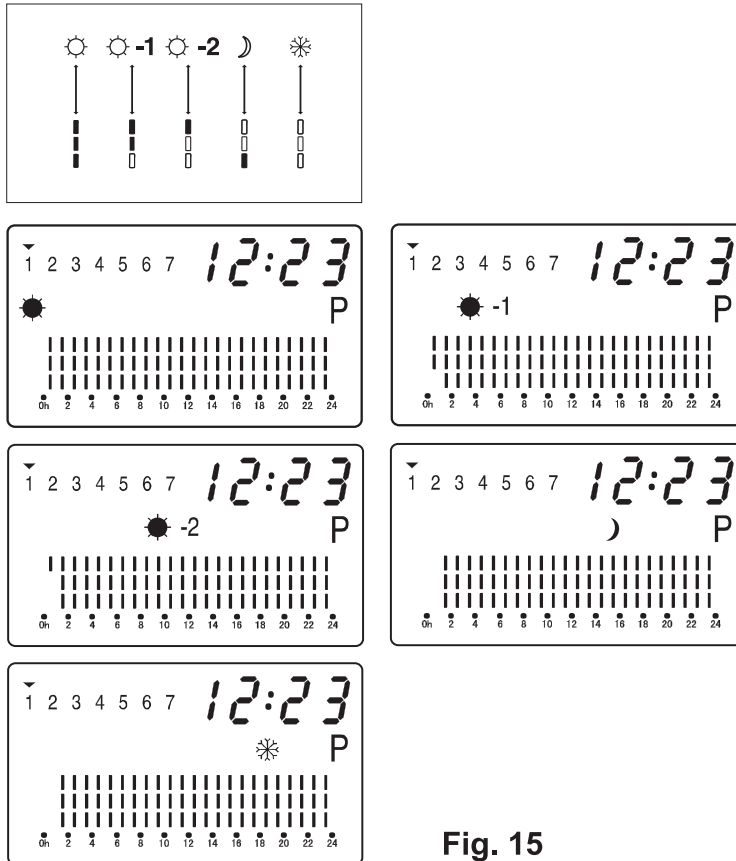

Fig. 15
- a) Appuyez brièvement sur la touche **Mode** pour sélectionner un mode de fonctionnement (Confort, Confort -1, Confort -2, Eco, Hors gel) pour la plage horaire du jour en cours de réglage (celle qui clignote à l'écran). (Fig. 15)